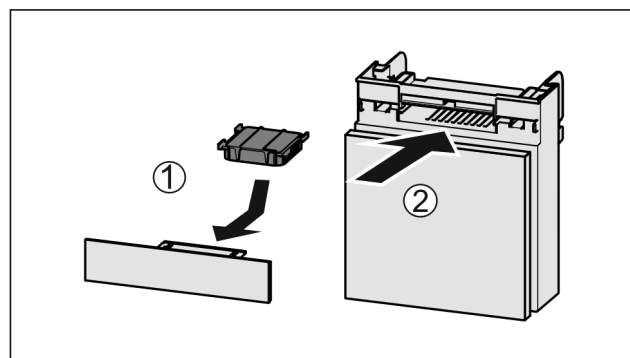

Fig. 198
- Aktivkohlefilter nach Abbildung einsetzen Fig. 198 (1).
- Fach einschieben Fig. 198 (2).